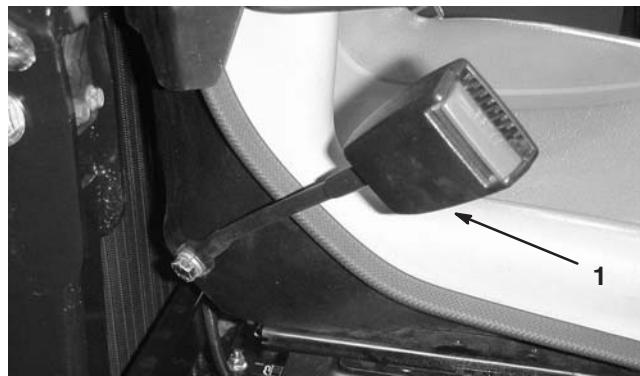

Bild 6
1. Installieren Sie jedes Ende des Sicherheitsgurts mit den zwei (2) 7/16 x 20 – 1 Zoll langen Kopfschrauben, den 7/16 flachen Scheiben und den 7/16 Sicherungsscheiben in die Löcher hinten am Sitz (Bild 6). Ziehen Sie sie fest. Die Schnallenseite des Sicherheitsgurts muss links vom Sitz montiert werden.